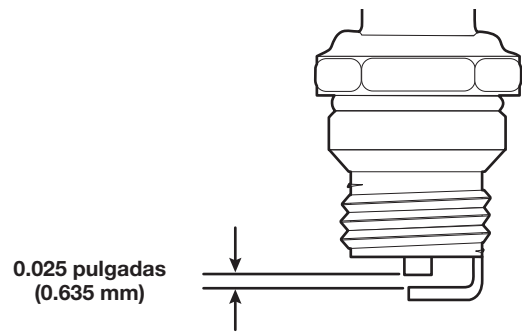

Fig. 31
4. Use un calibre de separación para ajustar una separación de aire de **0.025 pulgadas (0.635 mm)** (Fig. 31).